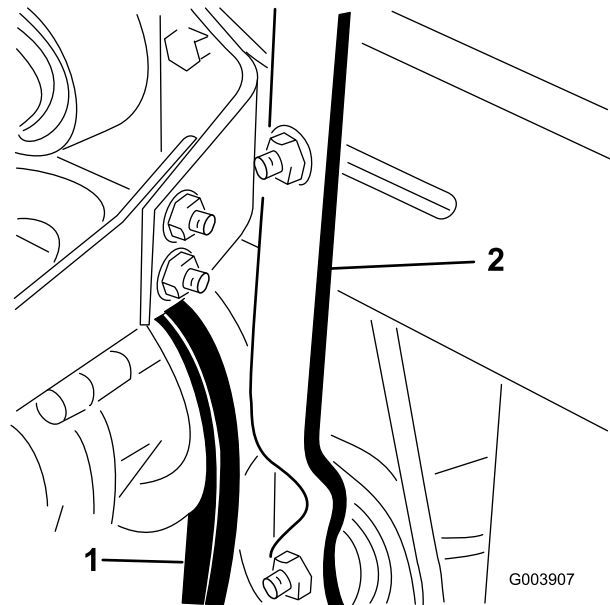

Figura 70
1. Desaperte a porca de bloqueio da alavanca de tensão da correia (Figura 70).